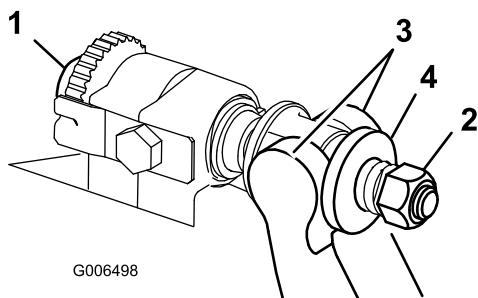

Figure 33
- Tournez les vis de réglage de la barre d'appui dans le sens anti-horaire pour éloigner la contre-lame du cylindre (Figure 33).
- Faites sortir l'écrou de tension du ressort jusqu'à ce que la rondelle ne soit plus tendue contre la barre d'appui (Figure 33).